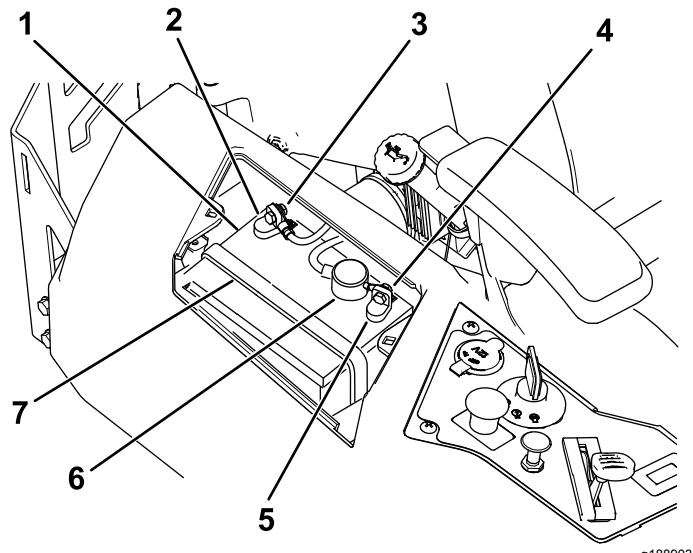

Figure 47
- Débranchez le câble négatif (noir) de mise à la masse de la borne de la batterie (Figure 47).
- Débranchez le câble positif (rouge) de la borne de la batterie (Figure 47).
- Déposez la barrette de maintien de la batterie (Figure 47) et soulevez la batterie de son support.
1. Placez la batterie dans son support (Figure 47).
5. Fixez la batterie en place à l'aide de la barrette de maintien (Figure 47).